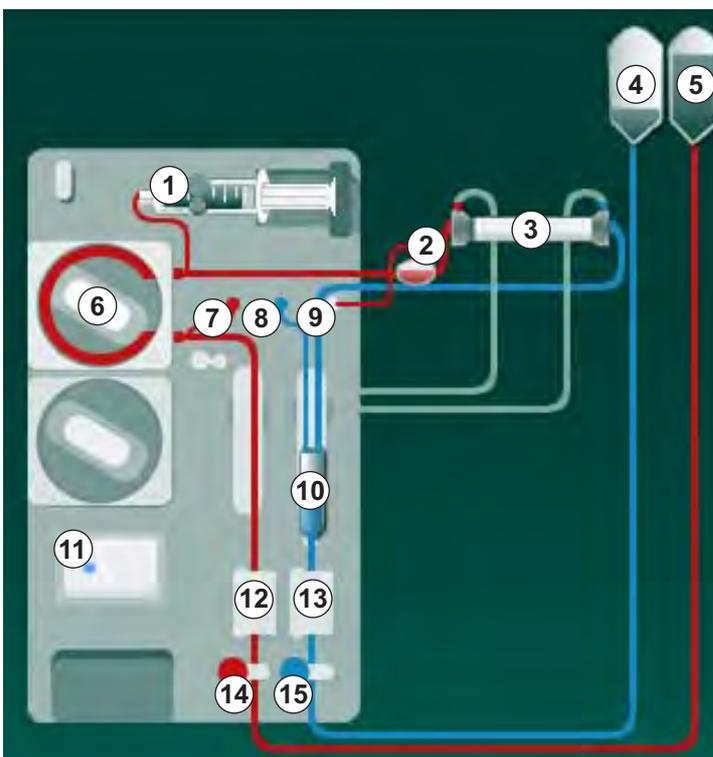

Fig. 5-8 Insertion du système de lignes à sang pour l'amorçage avec l'utilisation de poches
2. Retirer les raccords du dialyseur du pont de rinçage et les connecter au dialyseur (Fig. 5-8 Insertion du système de lignes à sang pour l'amorçage avec l'utilisation de poches (97), ③ ) dès le signalement par l'appareil. Respecter le codage couleur :